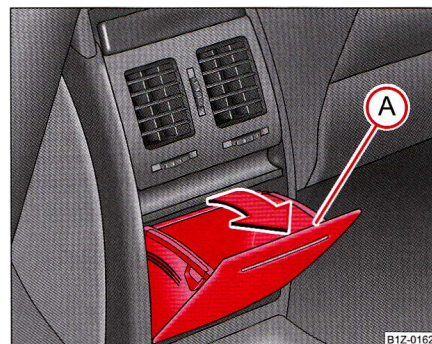

Fig. 108 Consola centrală spate: Compartiment de depozitare
- Deschideți compartimentul trăgând de marginea de jos **A** în sensul săgeții ⇒ fig. 108.